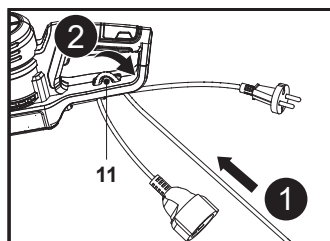

Fig. 2
1. Dobre o prolongador para trás, a cerca de 20 cm da extremidade, e introduza o laço pelo orifício do retentor de cabo (11) e pendure-o no gancho (Fig. 2, passos 1 e 2).